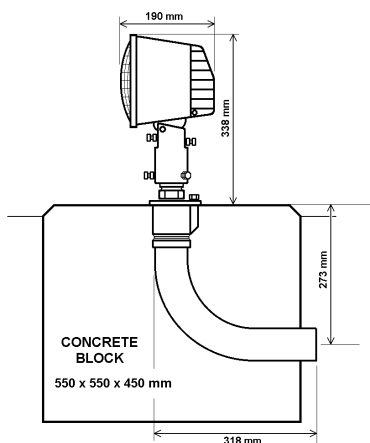

FIG 2
- Au niveau du sol avec bague de rupture sur tube coudé (Fig. 2).